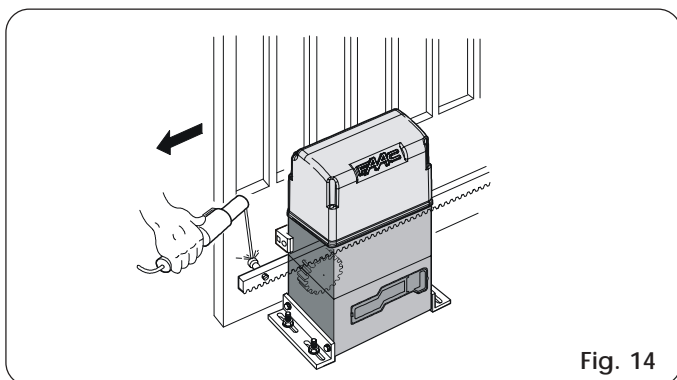

Fig. 14
- 3) Leg het eerste stuk van de tandheugel vlak op het tandwiel, en las de pal met schroefdraad op de poort zoals aangegeven op Fig. 14.